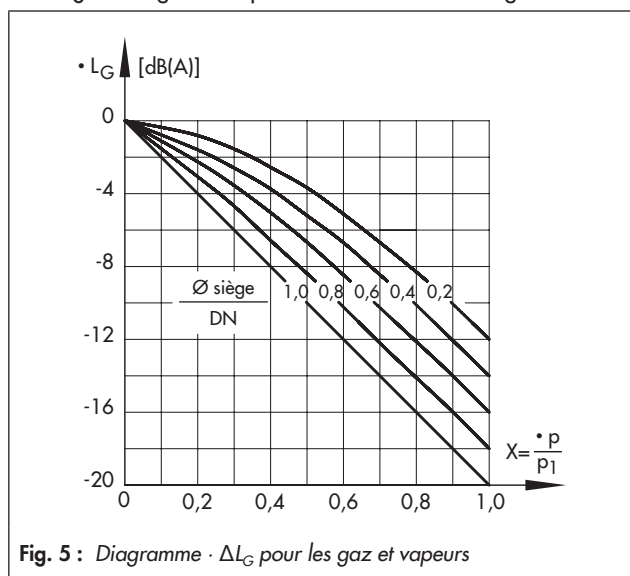

Fig. 5 : Diagramme · ΔL_G pour les gaz et vapeurs
- ΔL_G · Pour gaz et vapeurs : valeurs selon la Fig. 5